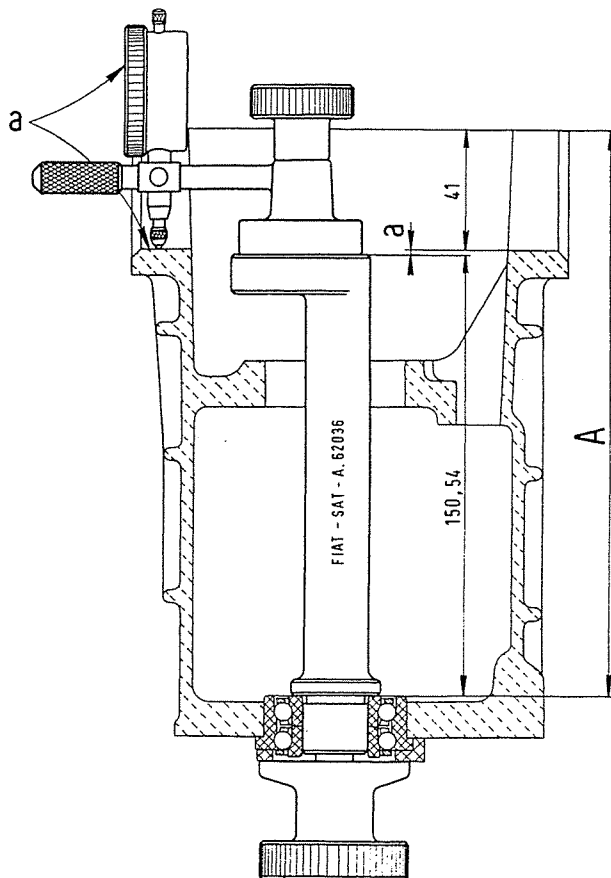

Abb. 195 - Bildliche Darstellung der Masse « A » und « a ».
- A = Abstand der inneren Anlauffläche des vorderen Lagers des Antriebskegelrads zur Mittelachse der Sitze für die Rollenlagergehäuse (Abb. 195);
Messdorn A. 62036 (Abb. 195).
Um den Wert « A » zu ermitteln, sind diesem Abstand noch der Halbmesser genannter Sitze (41,000 mm) sowie der an der Messuhr angezeigte Wert hinzuzufügen, wobei letzterer als « a » angegeben wird (Abb. 195). Somit wird